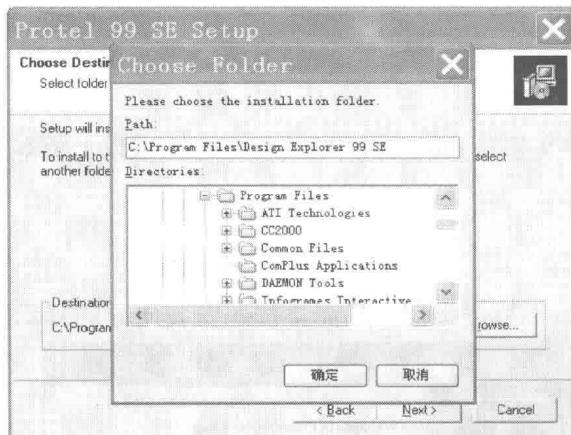

图 1-10 选择安装路径
3) 在图 1-9 所示的界面中会提示当前的安装路径，可以单击 Browse 按钮进行修改，如图 1-10 所示。选择好安装路径，单击 Next 按钮。